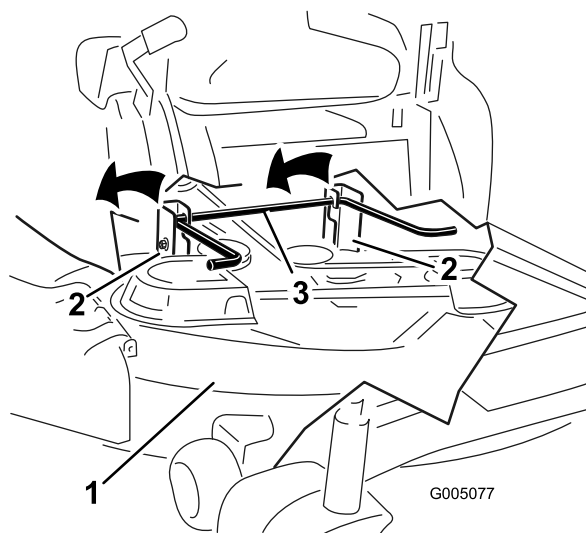

Figure 125
6. Soulevez et enlevez le tablier de coupe et les supports de la tige de levage arrière et abaissez la tondeuse au sol avec précaution (Figure 125).